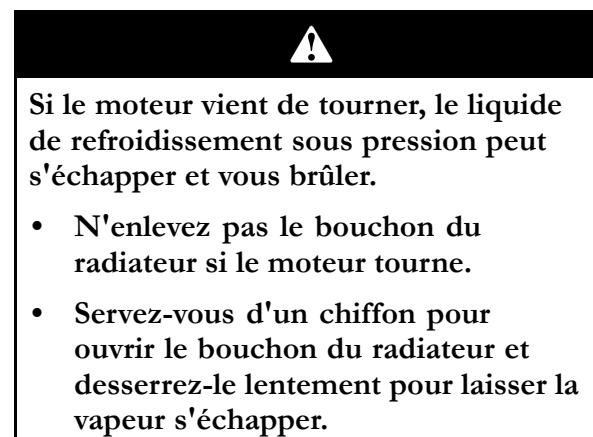

Figure 13
1. Retirez le bouchon du radiateur et le bouchon du vase d'expansion avec précaution (Figure 13).